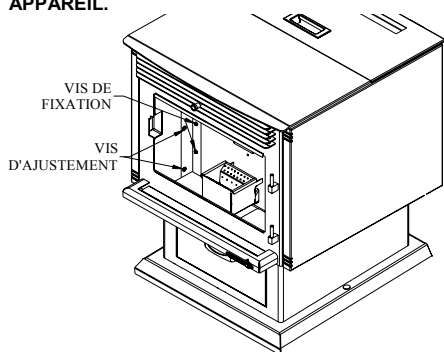
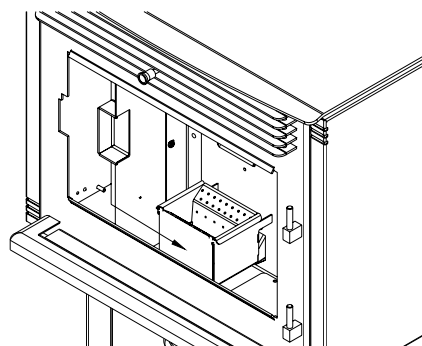
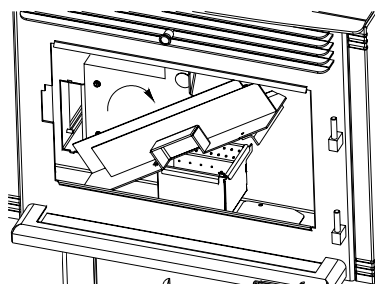
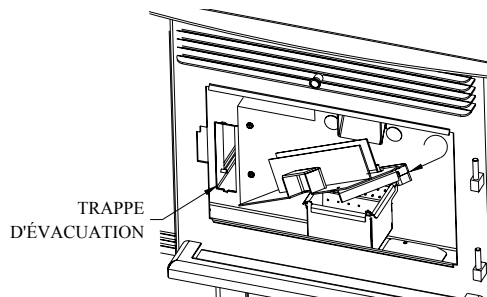

Figure 47
Figure 48
Figure 49
Figure 50
- c. **Parois de la chambre à combustion** : De façon périodique, il est important de nettoyer les cendres qui peuvent s'être accumulées derrière les parois de la chambre à combustion. Commencez par enlever les panneaux d'imitation de maçonnerie, lesquels sont simplement tenus en place par des clips. Nettoyez les parois et enlevez les cendres à l'aide d'un aspirateur. Vous remarquerez une trappe d'accès rectangulaire située à l'arrière de la paroi gauche. Retirez le panneau à l'aide d'un tournevis. Desserrez les vis d'ajustement et ensuite retirez les vis de fixation (Figure 47). Glissez le mur vers la droite (Figure 48), Basculez (Figure 49) et retirez le de la chambre à combustion. À l'aide de l'embout d'aspirateur, nettoyez la trappe d'évacuation (Figure 50). **RÉPÉTEZ CETTE OPÉRATION DE NETTOYAGE AU MOINS UNE FOIS PAR TONNE DE GRANULES BRÛLÉES, ET CE JUSQU'À CE QUE VOUS SOYEZ FAMILIER AVEC LE NIVEAU D'ACCUMULATION DES CENDRES DANS VOTRE APPAREIL.**